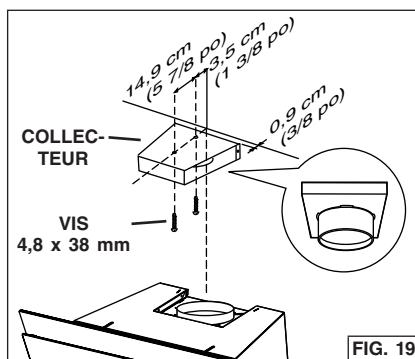
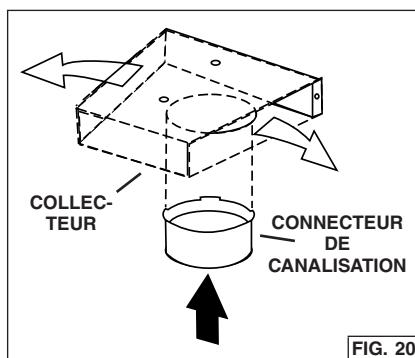

FIG. 19
FIG. 20
12. Centrez le collecteur sur la hotte. Fig. 19.
13. Installez le collecteur du plafond en utilisant (2) ancrages de cloisons sèches et (2) vis de 4,8 x 38 mm, comme indiqué.
14. Enfoncez le connecteur de la canalisation dans le collecteur jusqu'à ce qu'il s'enclenche en place. Fig. 20.